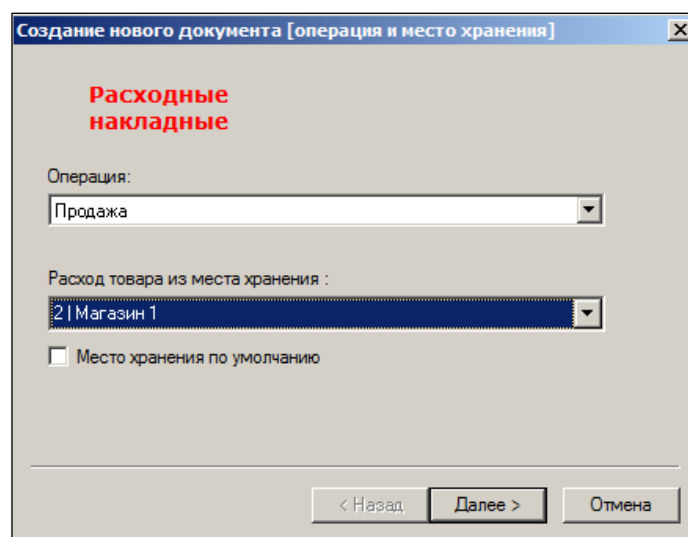

Рисунок 1 – Создание расходной накладной (1)
2. В поле **Операция** (Рисунок 1): подставляется операция по умолчанию. *Операция по умолчанию* – системная и пользовательская (список должен быть определен до создания документа, в справочнике, см. Том 1), – может быть задана для каждого типа документов и для каждого оператора отдельно. Задать значение операции по умолчанию можно через пункт меню **Функции** → **Операция по умолчанию**. Первоначально в качестве операции по умолчанию в соответствующем поле окна на первом шаге используется системная операция. Для приходной накладной, например, – это операция *расход*. Если установить флаг в поле **Место хранения по умолчанию**, то при оформлении следующего прихода товара поле **Расход товара из места хранения** уже будет заполнено значением из настроек Место хранения по умолчанию.